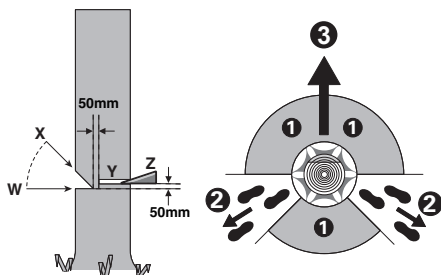

Figura 1
Antes de abater, deveria planejar um caminho de fuga e se necessário abrir um caminho. O caminho de fuga deve estender-se para trás e na diagonal para a parte traseira da linha de queda esperada, conforme ilustrado na Figura 1. Antes de abater uma árvore, deverá considerar a inclinação natural da árvore, a posição dos galhos maiores e a direção do vento, para poder avaliar a direção na qual a árvore tende a cair.
Realize o entalhe em 1/3 de diâmetro da árvore, perpendicularmente à direção da queda, conforme ilustrado na Figura 1. Primeiro fazer o corte horizontal inferior (W). Desta forma evita-se que a corrente de serra ou o carril de guia emperre ao fazer o segundo corte (X).
Realize o corte (Y) traseiro de abate a pelo menos 50 mm mais alto do que o corte de entalhe horizontal, conforme ilustrado na Figura 1. O corte de abate deve ser executado paralelamente ao corte horizontal da boca. O corte de abate só deve ser feito de modo que ainda permaneça uma parte não cortada (dobradiça) entre a linha de abate e a boca. A dobradiça evita que a árvore possa virar e tombar para o lado errado. Não cortar a dobradiça.